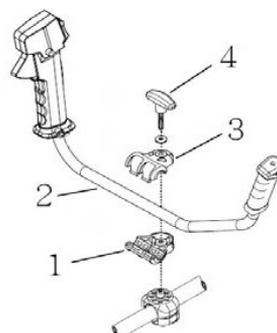

Fig.2B
- Junta de pega (1), em seguida, colocar a ligação do guiador (2) com o guiador da junta (3) de maneira uniforme. parafusos então (4) para a temperatura. Fig.2B